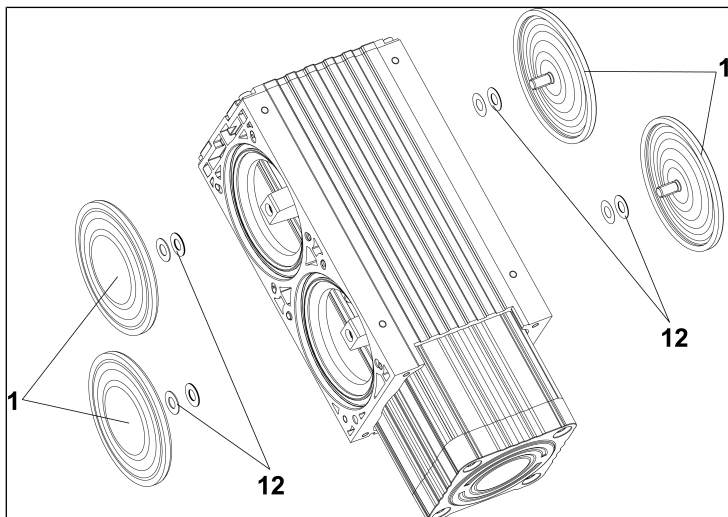

Abb.13: Membranwechsel
1. Drehen Sie die zwei Membranen (**1/Abb. 13**) mit den Händen entgegen dem Uhrzeigersinn heraus.
**i** Vorsicht, dass die zwischen Membrane und Pleuel vorhandenen Passscheiben (**12/Abb. 13**) nicht in das Pumpengehäuse fallen. Dass die Passscheiben (**12/Abb. 13**) in gleicher Anzahl wie zuvor montiert werden, ist Voraussetzung, um die pneumatische Leistung der Pumpe sicherzustellen.
- Schrauben Sie die neuen Membranen (1/Abb. 13) von Hand in die Gewinde der Pleuel ein und ziehen Sie diese handfest an.
- Bringen Sie die Membranen (1/Abb. 13) in Mittelstellung.